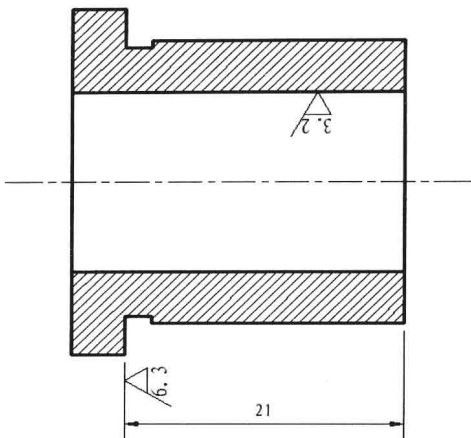

图 6-1-17
(4) 在“块”面板中单击“插入”按钮，打开“插入”对话框，选择块名称“属性粗糙度”，“旋转”项目下角度设置为“180”，选择“统一比例”，X轴比例设为“0.5”。
(5) 单击“确定”按钮，单击需要标注粗糙度的位置，命令行提示“输入属性值，输入粗糙度值<0.0>”，输入“3.2”，按 Enter 键，如图 6-1-17 所示。